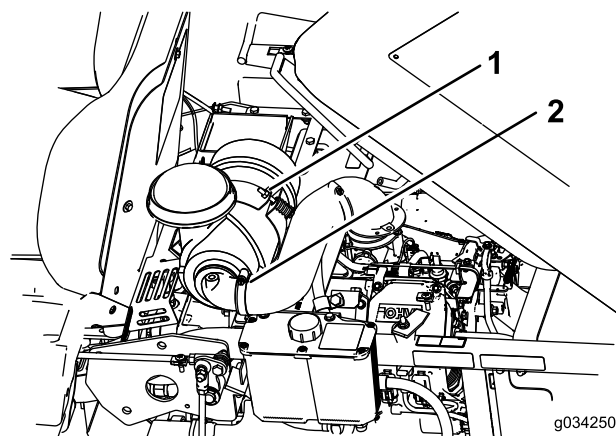

Figura 32
2. Allentate il bullone che fissa il filtro dell'aria (Figura 32).
3. Allentate la fascetta stringitubo che fissa il flessibile e togliete il filtro dell'aria (Figura 32).